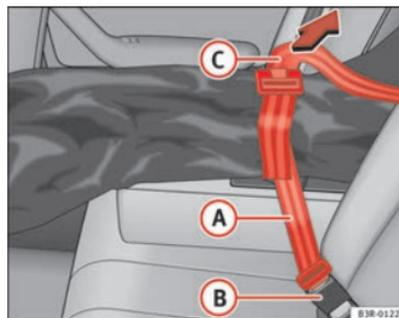

Fig. 118 Fixation du fourreau au niveau du boîtier de verrouillage de la ceinture de sécurité centrale arrière
- Insérez le pêne de la sangle du fourreau (A) ⇒ page 150, fig. 118 dans le boîtier de verrouillage de la ceinture de sécurité centrale arrière (B).
- Tendez la sangle du fourreau en la tirant par son extrémité restée libre (C).